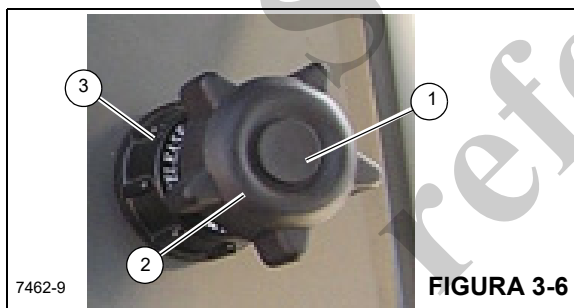

FIGURA 3-6
El acelerador de mano (11, Figura 3-4) se debe poner en la posición ilustrada en la Figura 3-6 para accionar correctamente el pedal acelerador.
Aumentar la velocidad del motor - Empuje sin soltar el botón central (1, Figura 3-6); tire de la perilla (2) para acelerar el motor. Al soltar el botón (1) se bloquea la perilla en su lugar y se mantiene la velocidad del motor.
Disminuir la velocidad del motor - Empuje sin soltar el botón central (1, Figura 3-6); empuje la perilla (2) para reducir la velocidad el motor.
Ajuste incremental de velocidad - Gire la perilla (2, Figura 3-6) en sentido horario para aumentar la velocidad y en sentido contrahorario para reducir la velocidad del motor.
El acelerador de mano se debe poner en la posición ilustrada en la Figura 3-6 para accionar correctamente el pedal acelerador (4, Figura 3-4).